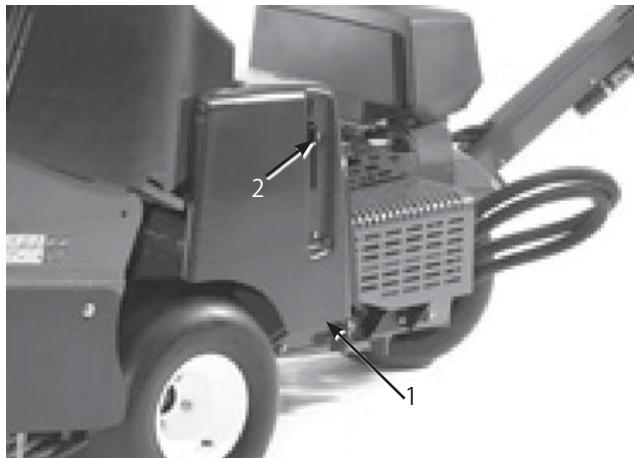

図8
1. 1/4 x 1 in キャップスクリュをベルト・カバーのラッチ・レバーに通し、1/4 ロックナットで固定する(図8 & 9)。